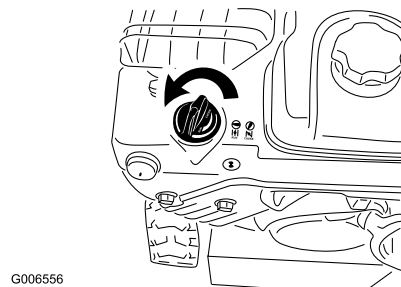

Bild 22
5. Drehen Sie den Choke auf Choke-Stellung (Bild 22).